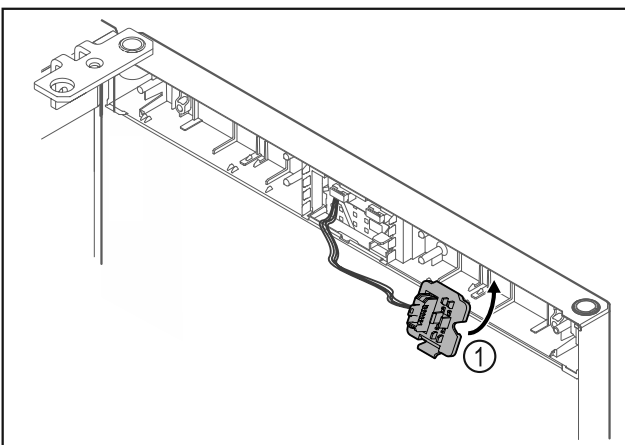

Fig. 19
- Innestare il porta-connettore Fig. 19 (1) sul lato opposto.